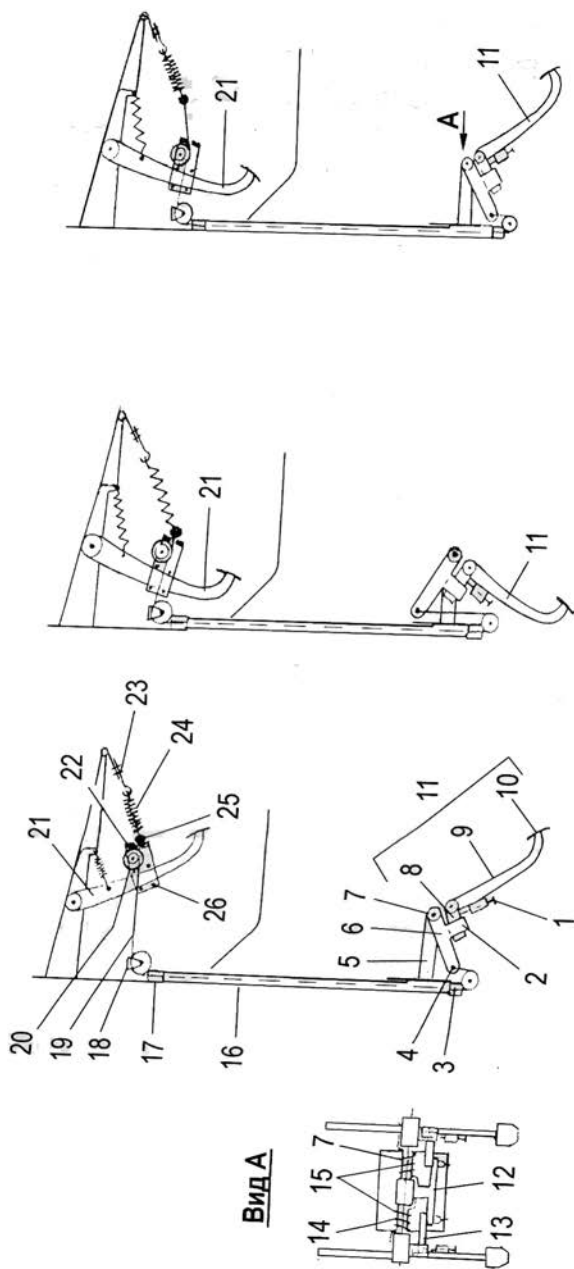

Рис. 7. Схема взаимодействия дополнительных педалей со штатными:
2.2.1. Функциональная связь дополнительных педалей со штатными педалями представлена на рис. 7. При нажатии водителя на штатные педали 21 (позиция III) дополнительные педали 11, находящиеся под ногами инструктора, не перемещаются вслед за ними. В случае, если инструктор нажимает на дополнительную (ые) педаль (и) (позиция III), то соответствующая штатная педаль у водителя перемещается ровно на столько, на сколько инструктор переместил соответствующую дополнительную (ые) педаль (и).